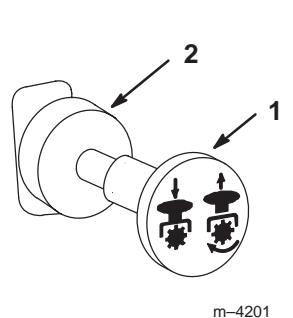

Figure 10
3. Placez la commande de prise de force (PDF) en position Désengagée (Fig. 10).